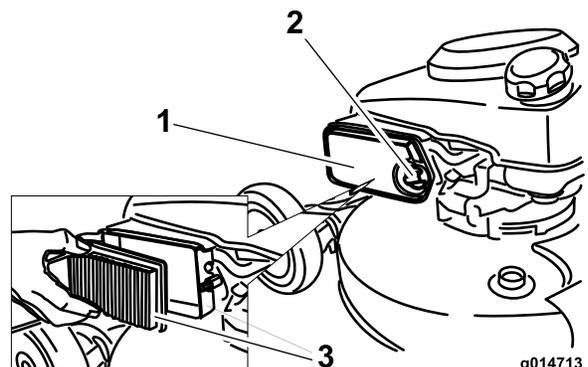

Bild 40
1. Öffnen Sie die Luftfilterabdeckung mit einem Schraubenzieher (Bild 40).
2. Tauschen Sie den Luftfilter aus (Bild 40).